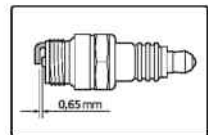

Рис. 17.3
- Свеча зажигания (рис. 17.3).